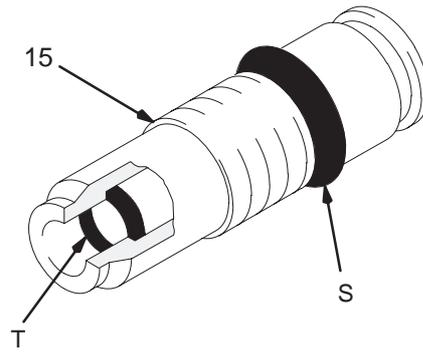

Fig. 22
Prueba de resistencia del perno resistor (Ver la Fig. 22)
El anillo de contacto del perno resistor (S) es un aro de contacto conductor, no una junta tórica de hermeticidad. Vea la Fig. 22. Para reducir el riesgo de chispeo que pueda provocar fuego, explosión o choque electrostático y, consecuentemente, heridas corporales graves, **no** separe el aro de contacto (S) del perno resistor ni haga funcionar la pistola sin el anillo de contacto en su debido sitio. Si es necesario cambiar el perno resistor (15), utilice únicamente una pieza Graco genuina.